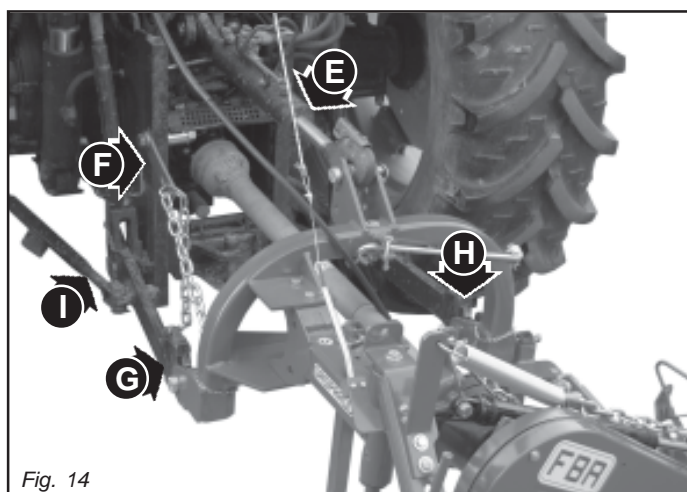
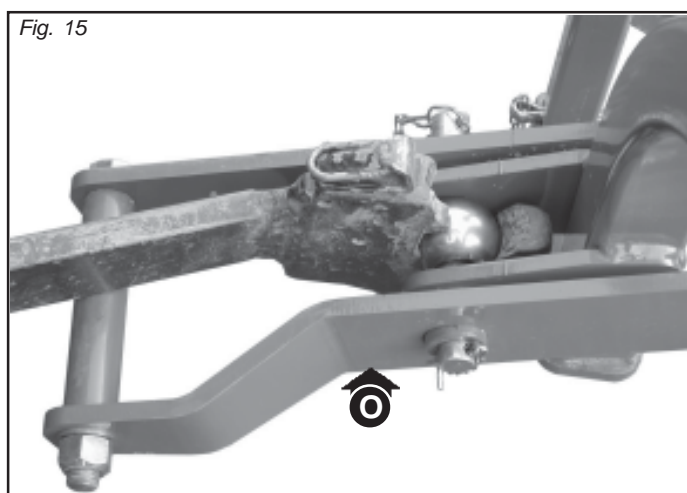

Fig. 14
Fig. 15
- 1) Die zwei Traktorunterlenker auf den Bolzen (G und H, Abb. 14) des Mähwerkes einstecken. Der Hebearm (O, Abb. 15) muss unter den Traktorunterlenker angebracht werden. Mit dem einrastenden Splint blockieren.
- 2) Den oberen Kupplungspunkt anschließen und den oberen Lenker (E, Abb. 14) korrekt einstellen. Das Plättchen (F, Abb. 14) soll an der linken Seite des Oberlenkers, beim Traktor auf den gleichen Bolzen eingesteckt sein. Mit dem einrastenden Splint blockieren.
- 3) Die Lenker (I, Abb. 14) des Krafthebers mit den Stabilisierungsketten und Spannvorrichtungen des Schleppers parallel zum Schlepper blockieren. Dieser Vorgang ist auch bei Straßenfahrten erforderlich, damit das Gerät nicht seitlich ausschwenkt.